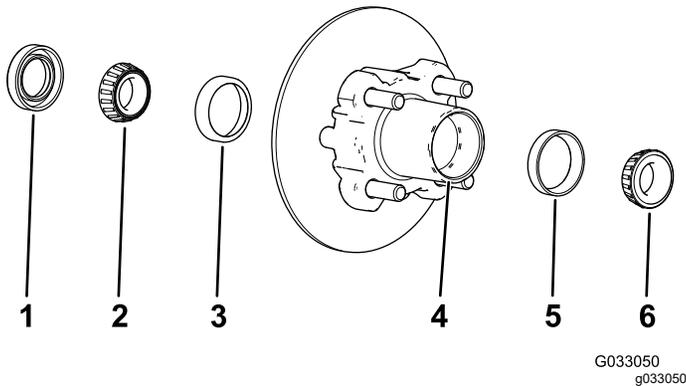

図 41
1. ハブから外側のベアリングとベアリングレースを取る 図 41。
2. ハブから、シール、内側のベアリングを外す 図 41。
5. ハブについているグリス、ごみなどをきれいに取り除く 図 41。
7. キャビティの50-80 %程度にグリスを詰める 図 41。
8. ハブの内側に内側ベアリングを取り付け、シールをはめる 図 41。